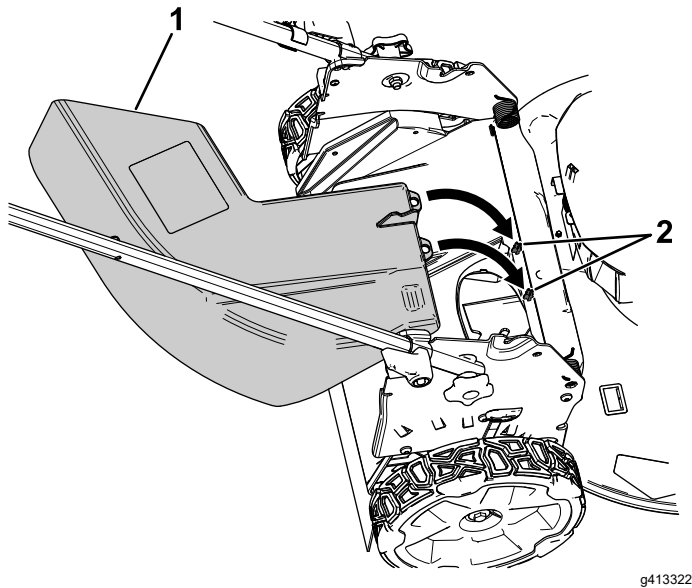

Figura 14
2. Ataai jgheabul de evacuare laterală în partea din spate a mainii folosind punctele de ataare (Figura 14).